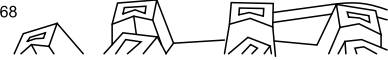

Figura 13
2. Con la palanca de tracción desengranada, compruebe el pasador de la ranura alargada situada en el lado izquierdo de la máquina, encima de la rueda (Figura 13). Debe haber un espacio de 6 mm (1/4 pulgada) entre el extremo delantero de la ranura y la cara delantera del pasador. Si es necesario ajustarlo, consulte Ajuste del cable de tracción (página 18).